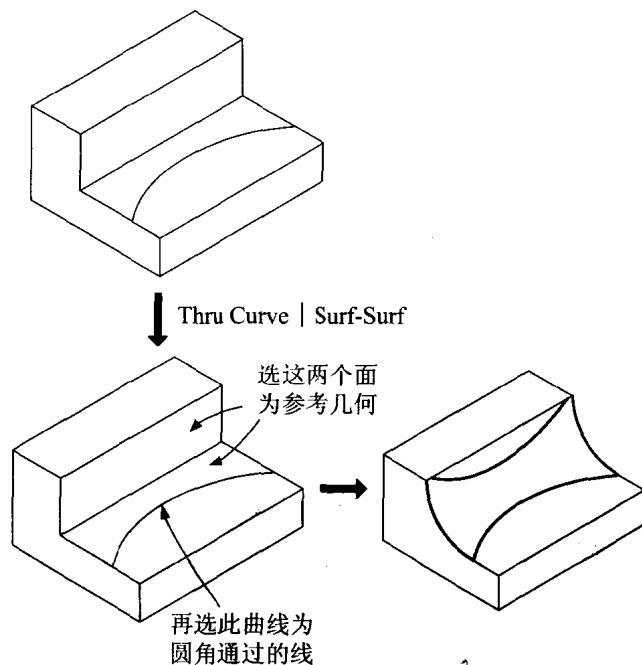

图 1.7
- ◆ **Thru Curve(通过曲线):** 圆角通过某条曲线(见图 1.7)。